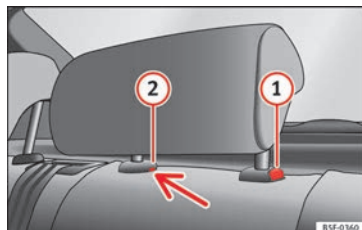

Fig. 144 Apoyacabezas trasero central: punto de desbloqueo.
- Pulse la tecla ① » fig. 144, apretando a la vez por el orificio del seguro ② » fig. 144 con un destornillador plano de máximo 5 mm de anchura y retire el apoyacabezas.